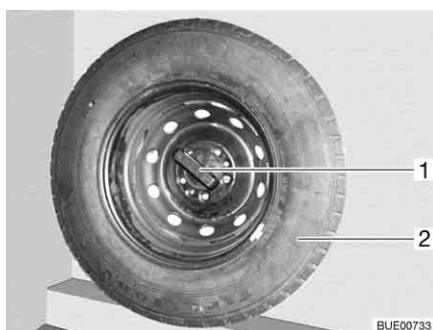

Bild 213 Ersatzrad-Halterung in der Heckgarage
- Zentrierschraube (Bild 213,1) lösen.
- Ersatzrad (Bild 213,2) entnehmen.